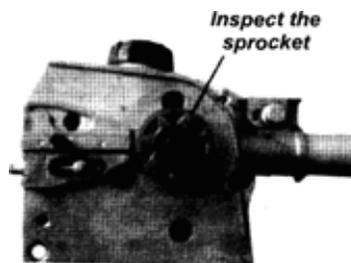

Figura 36
- Quite la cubierta del piñón e inspeccione si el piñón tiene suciedad excesiva, escombros o desgaste. Quite la barra guía y limpie surco. Si el piñón está excesivamente gastado, reemplácelo por uno nuevo. Vea la figura 36